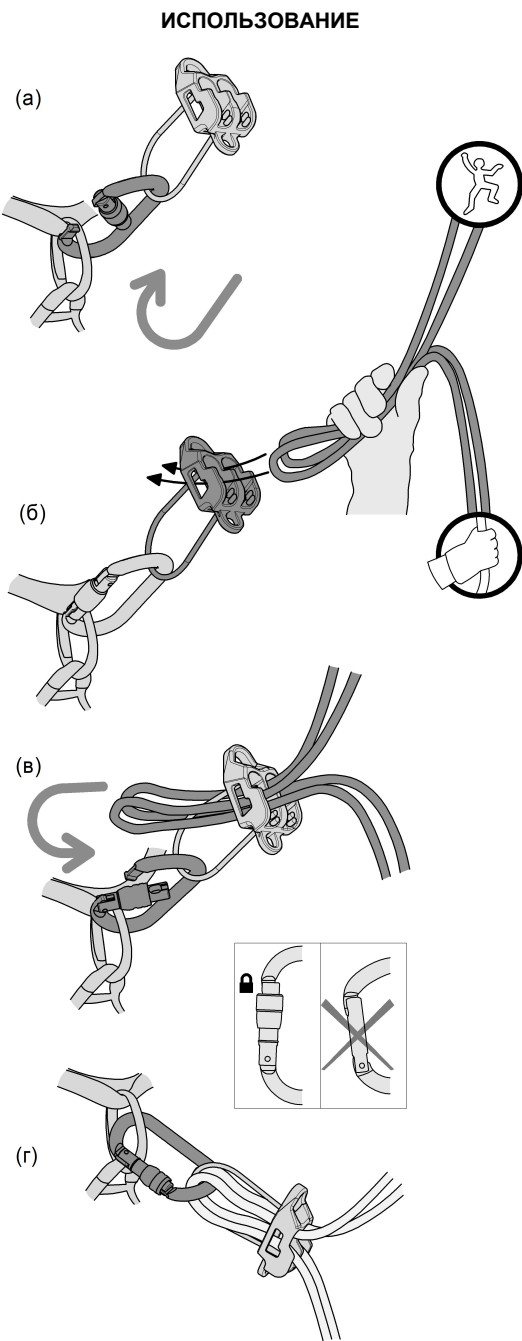

Рис. 3
**Страховка лидера.** На рис. 3 показано присоединение спускового устройства к беседке для последующей страховки лидера. Используйте только карабины с муфтой. Всегда полностью заворачивайте муфту после установки карабина.